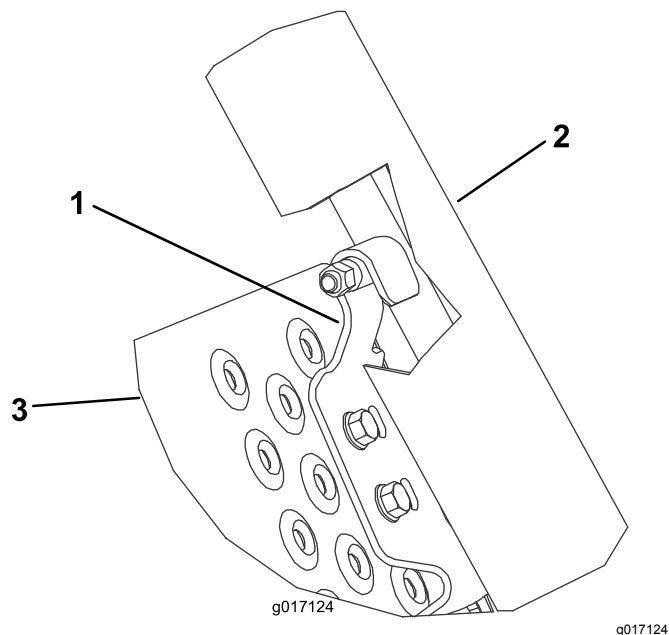

Figure 4
7. Insérez un boulon à tête hexagonale ($\frac{5}{16}$ " x $2\frac{1}{2}$ ") dans chacun des trous au centre des rampes de chargement et dans les 2 tubes en caoutchouc (Figure 4).
- Placez une patte de verrouillage de chaque côté de la rampe de la remorque, alignées sur le dessous des rampes de chargement, engagez-les sur les tubes en caoutchouc dans les rampes de chargement, puis alignez-les sur les trous de la rampe (Figure 2 et Figure 4).
- Fixez légèrement chaque patte de verrouillage à la rampe à l'aide de vis à embase (5/16" x 3/4") et d'écrous à embase (Figure 2 et Figure 4).
3. Levez et bloquez la rampe. Ajustez les pattes de verrouillage afin de les engager sur les tubes en caoutchouc, puis serrez les vis et écrous à embase (Figure 2 et Figure 4).